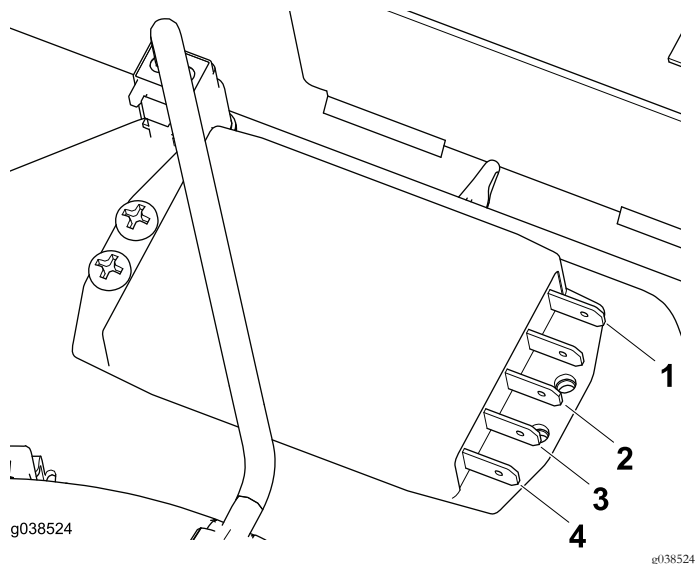

Figura 3
- Collegate il cablaggio preassemblato al pacchetto resistenza (Figura 3).